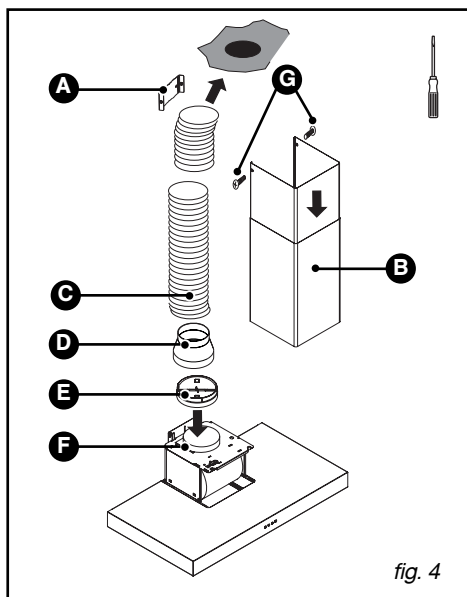

fig. 4
- Retirez les filtres cassettes (J/fig. 4).
- Vissez les 4 vis du bas (E-K/fig. 4).
– Emboîtez l'extrémité de la gaine sur la sortie moteur (fig. 4).
– Préparez votre cheminée télescopique en prenant soin de dissimuler les ouïes (fig. 4).
– Fixez la partie supérieure de la cheminée (B/fig.4) sur le support cheminée métallique (A/fig. 4) avec les deux vis (G/fig. 4).